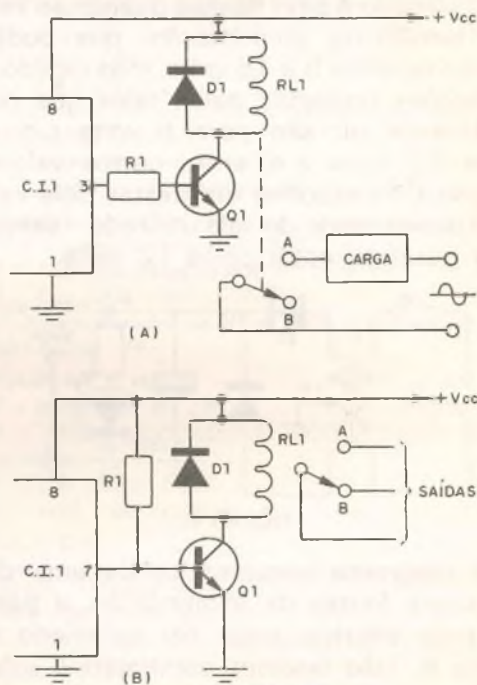

FIGURA 7
A figura 7 mostra alguns estágios de potência, utilizando o relê RU00XX, da Schrack, onde os dois últimos algarismos, aqui representados por X, indicam a tensão de alimentação, se o leitor utilizar uma fonte de 6 volts terá de empregar um RU0006, também serve outro qualquer tipo de relê com bobina para ser alimentada com esse valor de tensão. O tipo de relês recomendado apresenta contato repouso/trabalho com capacidade de 6A (não indutivos) sob até 250 Vca, o que, trocado em "miúdos", traduz uma potência da ordem de 600 W sob 110 volts (110 x 6) ou 70W sob 12 volts (12 x 6) c.c., e assim por diante — o leitor terá de adquirir o relê que atender ao que pretende em questão de potência.
No circuito (A) da figura 7, o transistor Q1 se mantém cortado graças ao nível baixo
oriundo da saída do integrado; ao não circular corrente pelo solenóide do relê, os seus contatos se mantêm como o apresentado nessa figura e a carga não recebe a devida alimentação - no caso c. a. Mas tão logo seja detetado o peso, o nível alto de saída do integrado faz com que sature Q1 pela circulação de uma intensa corrente, limitada por R1, pela junção base-emissor desse transistor; ao saturar circula corrente pela bobina do relê e com isso seu contato se situa na posição A (vide figura 7) e a carga recebe alimentação. O diodo D1 evita que o campo desenvolvido pelo solenóide do relê, quando da sua desativação danifique o transistor de comutação.
Havendo interesse em manter a carga permanentemente ativado, só ficando desativada quando for detetada o peso, basta "pendurá-la" no contato B do relê - figura 7 (A).
O circuito (B) da figura 7 é adequado ao utilizar-se a saída 'descarga' do C. I. 555 (vide figuras 3 e 5). Seu comportamento é semelhante com o anterior, por isso aqui também são válidas as considerações feitas logo acima.